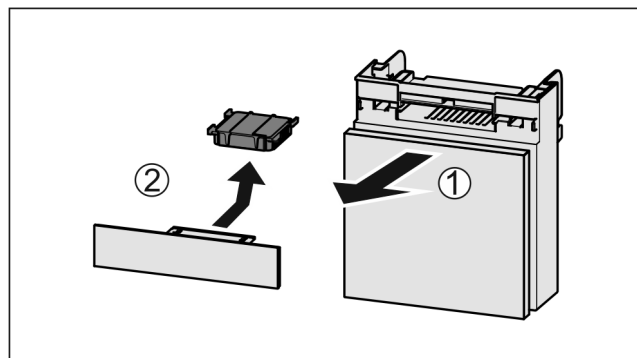

Fig. 111
- ▶ Extraire le compartiment par l'avant Fig. 111 (1).
- ▶ Sortir le filtre à charbon actif Fig. 111 (2).